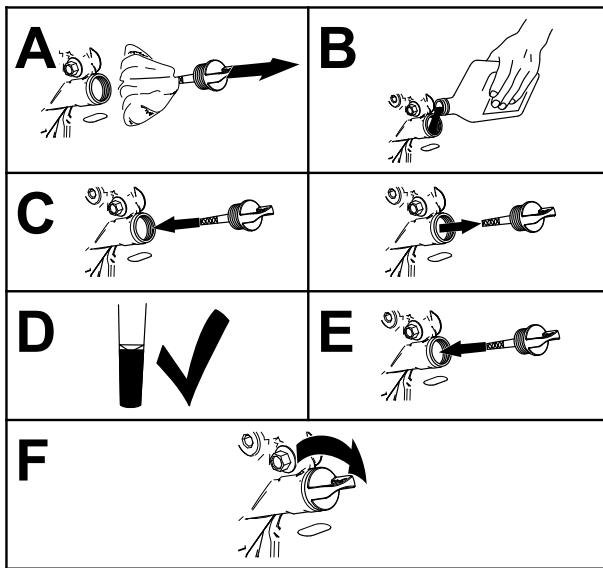

Bild 37
- Gießen Sie langsam ungefähr 80 % der angegebenen Ölsorte in den Einfüllstutzen und füllen Sie dann vorsichtig mehr Öl ein, um den Ölstand an die **Voll**-Markierung zu bringen (Bild 37).